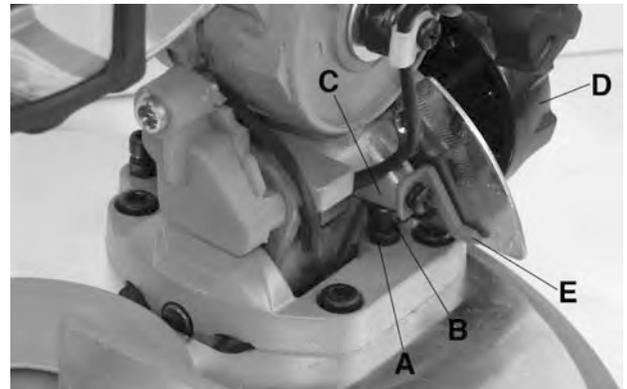
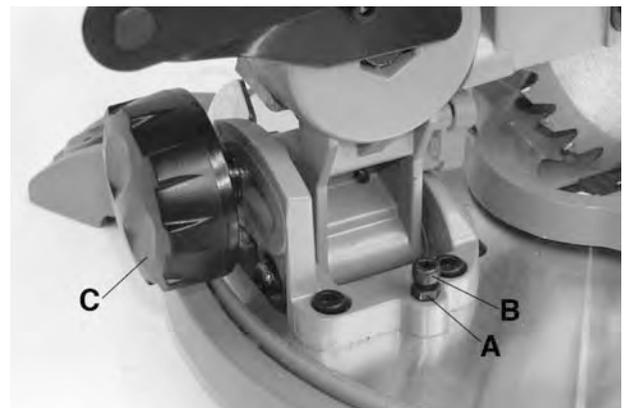

Figure 7
Figure 8
9. Desserrez l'écrou (A) Fig.7 et dévissez le boulon à tête cylindrique (B).
10. Desserrez le bouton de verrouillage (D) Fig.7.
11. Inclinez la tête jusqu'à ce que la lame soit parfaitement parallèle à l'équerre, reserrez le bouton de verrouillage (D) Fig.7.
12. Serrez le boulon à tête cylindrique (B) Fig.7 contre le boîtier de pivotement (C) et reserrez l'écrou (A) Fig.7. Revérifiez l'ajustement, répétez les étapes 9 à 12 si nécessaire.
13. Ajustez l'indicateur d'angle en biseau (E) Fig.7 pour qu'il soit en alignement avec l'angle 0° sur l'échelle du biseau.
4. Desserrez l'écrou (A) Fig.8 et serrez le boulon à tête cylindrique (B).
5. Desserrez le bouton de verrouillage (C) Fig.8 du biseau à l'arrière de l'outil. Réglez la tête à 45°. Reserrez le bouton de verrouillage du biseau.
10. Desserrez le bouton de verrouillage (C) Fig.8.
11. Inclinez la tête jusqu'à ce que la lame soit parfaitement parallèle à l'équerre, reserrez le bouton de verrouillage (C) Fig.8.
12. Ajustez la hauteur du boulon à tête cylindrique (B) jusqu'à ce qu'il touche le boîtier de pivotement. Reserrez l'écrou (A). Revérifiez l'ajustement, répétez les étapes 10 à 12 si nécessaire.
13. Ajustez l'indicateur d'angle en biseau (E) Fig.7 pour qu'il soit en alignement avec l'angle 45° sur l'échelle du biseau.